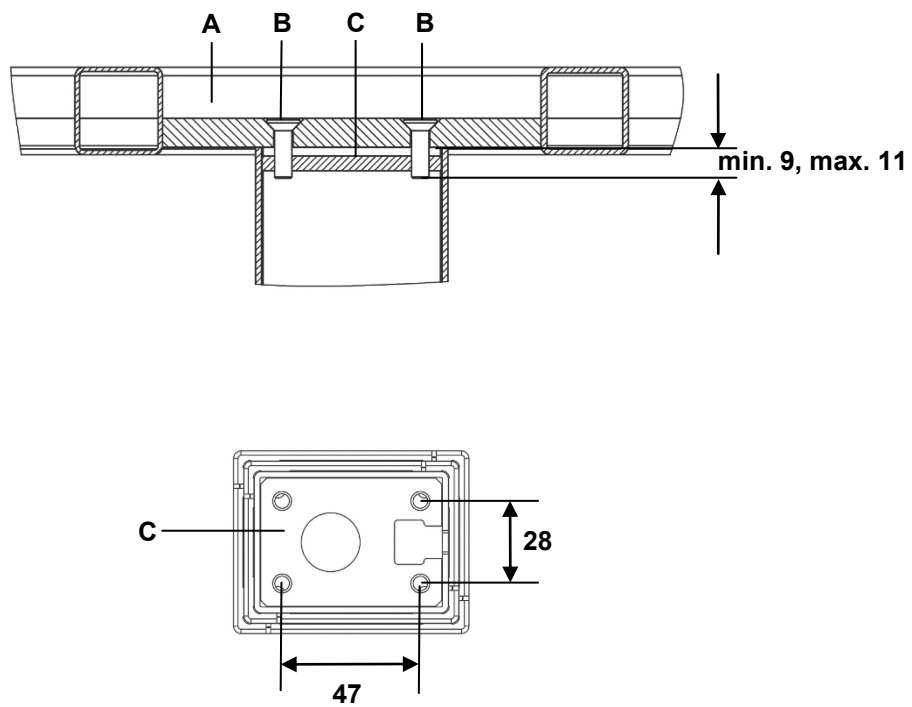
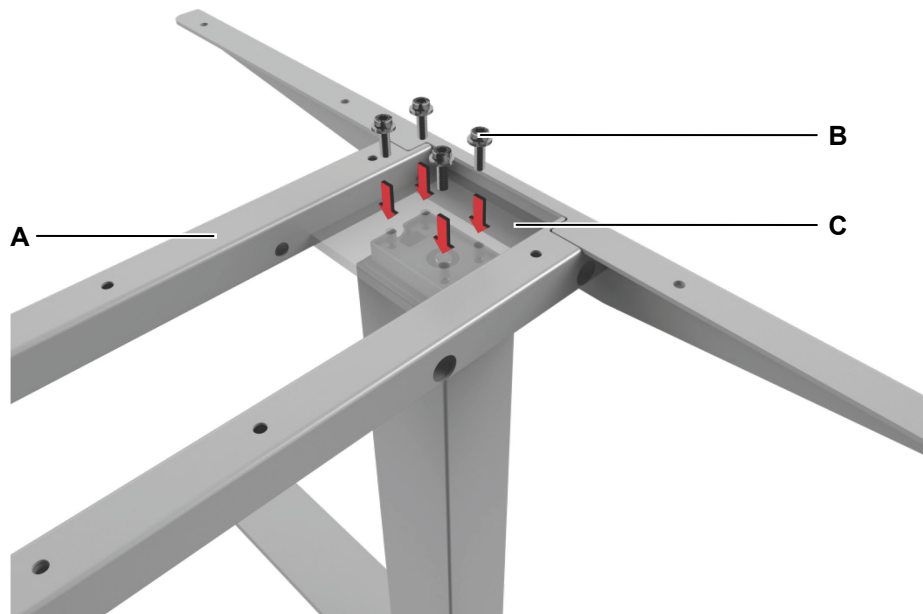

Abbildung 19 Montage Tischrahmen (Angaben in mm)
Abbildung 20 Montage Tischrahmen
- ▶ Verwenden Sie Schrauben M6 (Festigkeitsklasse 8.8) geeigneter Länge, wie in Abbildung 19 gezeigt. Das Anzugsdrehmoment beträgt 10 Nm.
- 1 Legen Sie den Tischrahmen mit den Bohrungen über die Hubsäule und schrauben Sie den Tischrahmen mit vier Schrauben an das Kopfende der Hubsäule ID21, wie in Abbildung 20 gezeigt (Anzugsdrehmoment 10 Nm). Die Montage Maße entnehmen Sie Abbildung 19.